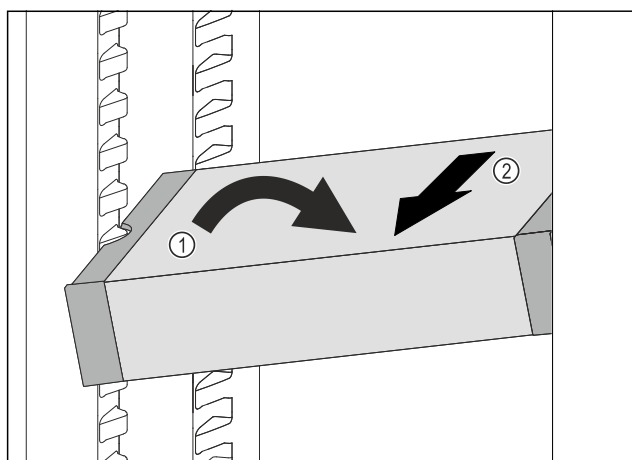

Fig. 69
- ▶ VarioSafe ustawić w chłodziarce pod skosem. Fig. 69 (1)
- ▶ VarioSafe wyjąć do przodu. Fig. 69 (2)